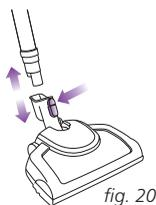

fig. 20
- 1 Débranchez la tête motorisée du tube télescopique. (Fig. 20)